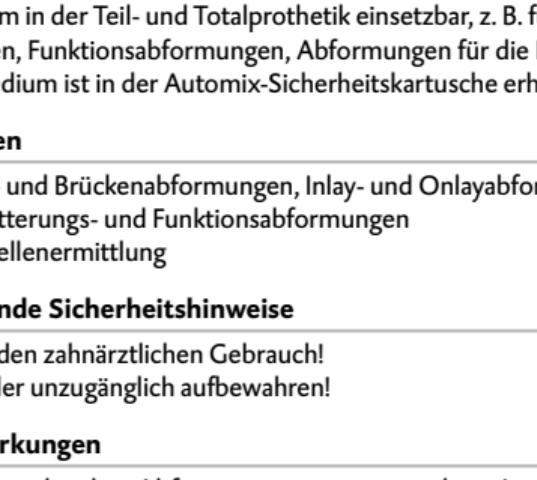

Fig. 1
1. Den Hebel [Fig. 1, Pos. A] an der Rückseite des Automix-Dispensers nach oben drücken und den Schieber [Fig. 1, Pos. B] vollständig zurückziehen.
2. Kunststoffriegel [Fig. 1, Pos. C] nach oben klappen, die Kartusche einsetzen und mit dem Kunststoffriegel [Fig. 1, Pos. C] arretieren.
1. Kartuschenkappe [Fig. 1, Pos. D] oder benutzte Mischkanüle nach Drehung um 90° gegen den Uhrzeigersinn abziehen und verwerfen.
2. Neue Mischkanüle [Fig. 1, Pos. E] aufsetzen.
4. Intraoral-Tip [Fig. 1, Pos. F] aufsetzen.
- ▶ Das Material durch Betätigen des Hebeln [Fig. 1, Pos. G] am Automix-Dispenser in der Mischkanüle mischen und direkt applizieren.
2. Kunststoffriegel [Fig. 1, Pos. C] nach oben klappen und die Kartusche entnehmen.